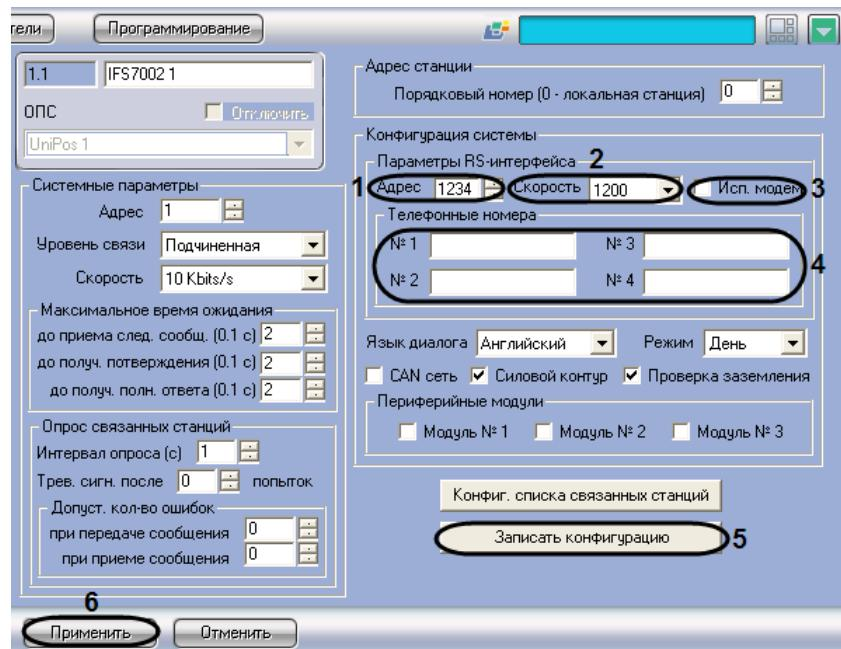

Рис. 3.3-10 Задание параметров RS-интерфейса станции IFS7002
1. Перейти на панель настройки объекта **IFS7002** (Рис. 3.3-10).
2. В поле **Адрес** ввести с помощью кнопок **вверх-вниз** адрес станции в RS-сети (от 0 до 9999) (см. Рис. 3.3-10, 1).
3. Из раскрывающегося списка **Скорость** выбрать скорость передачи данных в RS-сети (см. Рис. 3.3-10, 2).
4. В случае, если для связи в RS-сети требуется использовать modem, установить флагок **Исп. модем** (см. Рис. 3.3-10, 3).
5. Для модемного соединения ввести телефонные номера в соответствующие поля группы **Телефонные номера** (см. Рис. 3.3-10, 4).
6. Для применения настроек на станции нажать кнопку **Записать конфигурацию** (см. Рис. 3.3-10, 5).
7. Для сохранения настроек во внутренней базе данных ПК *Интеллект* нажать кнопку **Применить** (см. Рис. 3.3-10, 6).